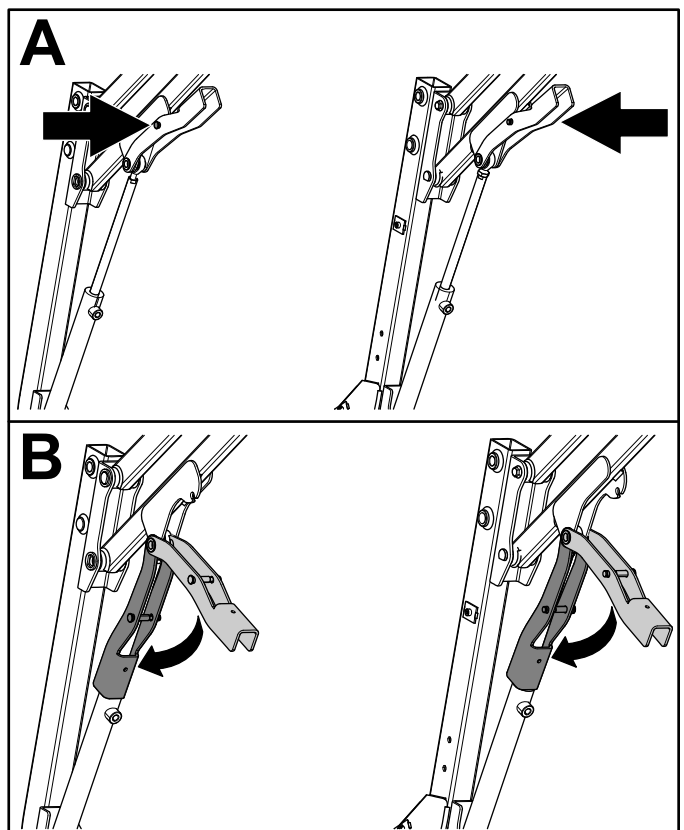

Figura 41
- A. Empurre o pino na segurança magnética para dentro (Figura 41).
- B. Mantendo o pino para dentro, desça a segurança magnética para o cilindro hidráulico (Figura 41).